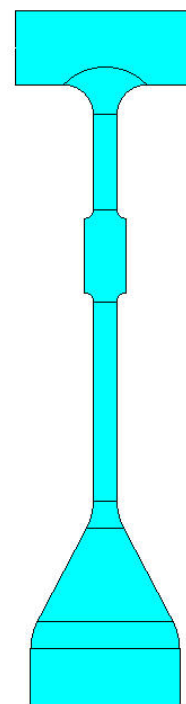

Рис. 7.3. Создание поверхностей
11) Создайте несколько (всего 9) поверхностей по замкнутым наборам линий, как показано на рис. 7.3;